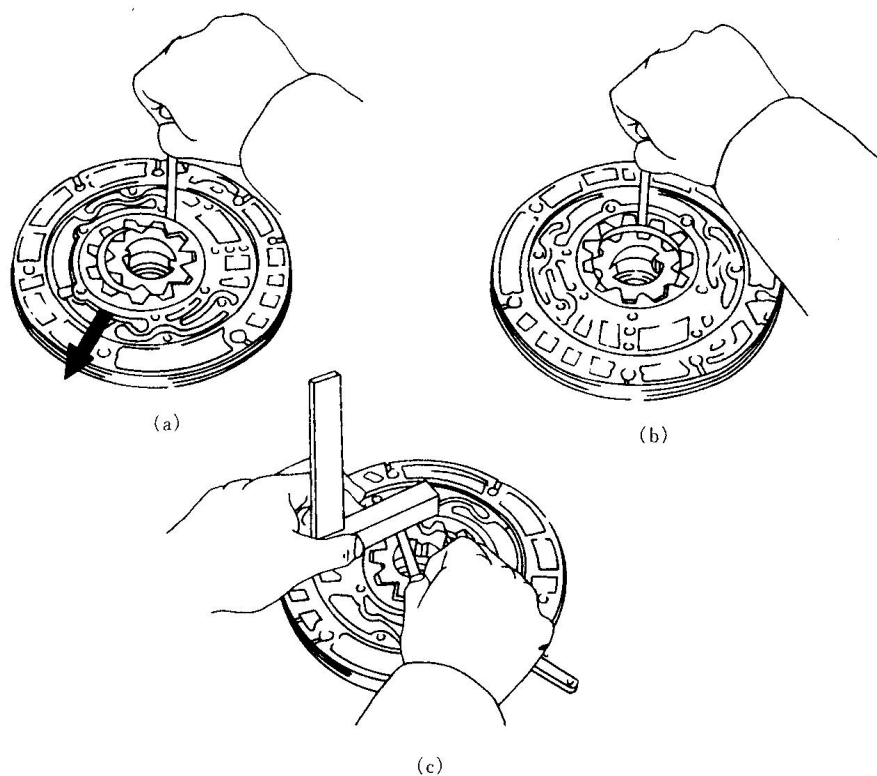

图 2 油泵齿轮间隙的测量
- (1) 如图 2 所示，用厚薄规分别测量油泵内齿轮外圆与油泵壳体之间的间隙、小齿轮及内齿轮的齿顶与月牙板之间的